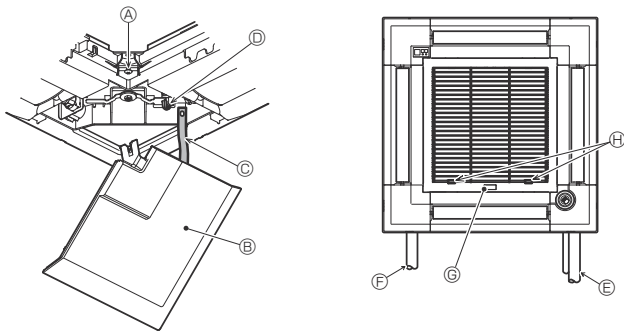

Fig. 9-12
9.5. Օդի ներմղման վանդակաձաղի տեղադրումը (Fig. 9-12) Նշում.